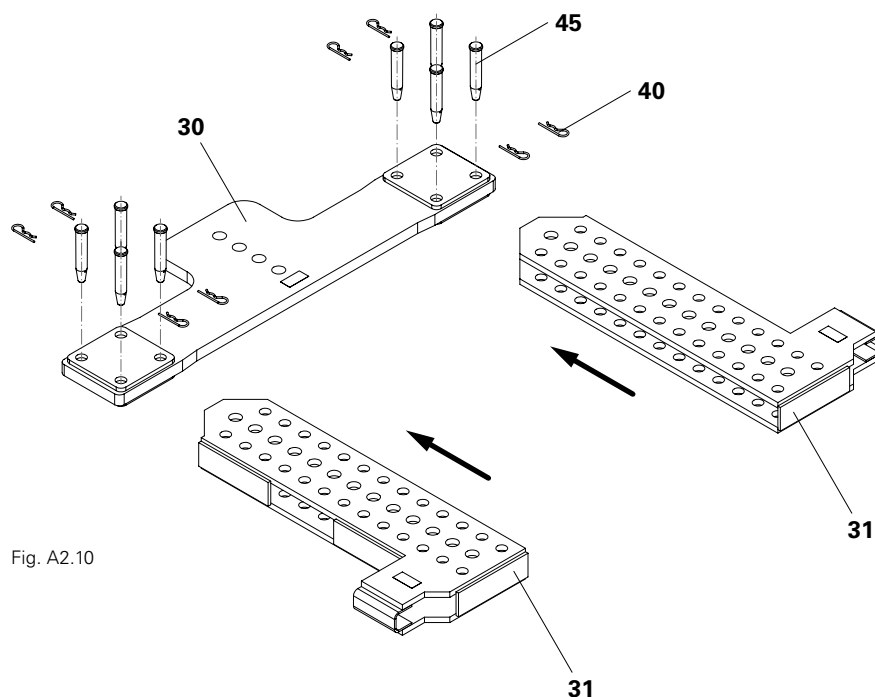

Fig. A2.10
3. Fissare gli attacchi della traversa di impalcatura (31) alla traversa di impalcatura (30) con i perni (45) e assicurare con l'inserto a molla (40). (Fig. A2.10)